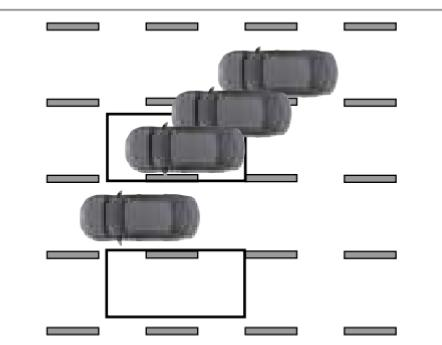

Ilustración 10 – Entrando desde el costado
- **Ilustración 10:** El sistema BSI* no va a activarse si su vehículo estuviese en una línea de carril cuando otro vehículo entra en la zona de detección. En este caso, solamente el sistema BSW* va a activarse.